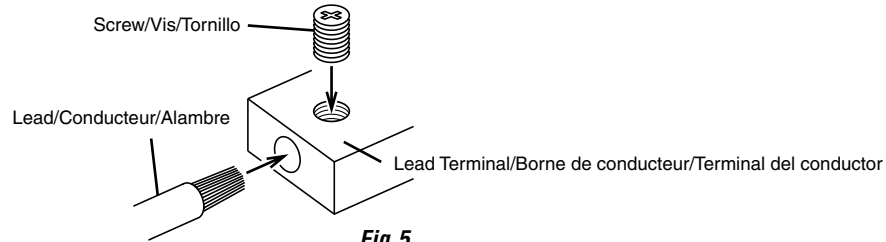

Fig.5
3. Turn the screw attached to the terminal. Insert the exposed wire end into the lead terminal. Tighten the screw (included), to fix the lead. (Fig. 5)
3. Tourner la vis fixée à la borne. Insérer le bout du conducteur exposé dans la borne du conducteur. Serrez la vis (fournie) pour fixer le conducteur. (Fig. 5)
3. Girar el tornillo fijado al terminal. Inserte el extremo desnudo del alambre en el terminal del conductor. Apriete el tornillo (incluido) para fijar el cable. (Fig. 5)